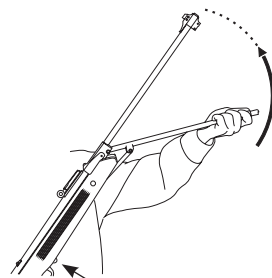

Fig. 8
- Presione el botón de seguridad del sistema de carga, y lleve el brazo de armado a su posición completamente cerrado (Fig. 8). Asegúrese de que el brazo de armado este completamente cerrado y Ud. escuche un clic después de cerrarlo.